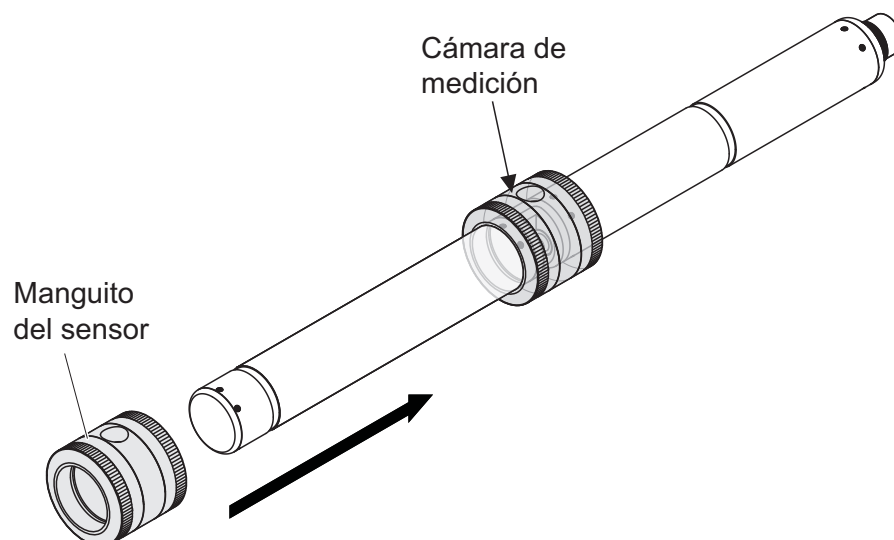

figura 4-4 Colocación del manguito del sensor en el sensor
9. Coloque el sensor en posición horizontal sobre una superficie firme y sin vibraciones. Gire la abertura de llenado del manguito del sensor hacia arriba (figura 4-4).